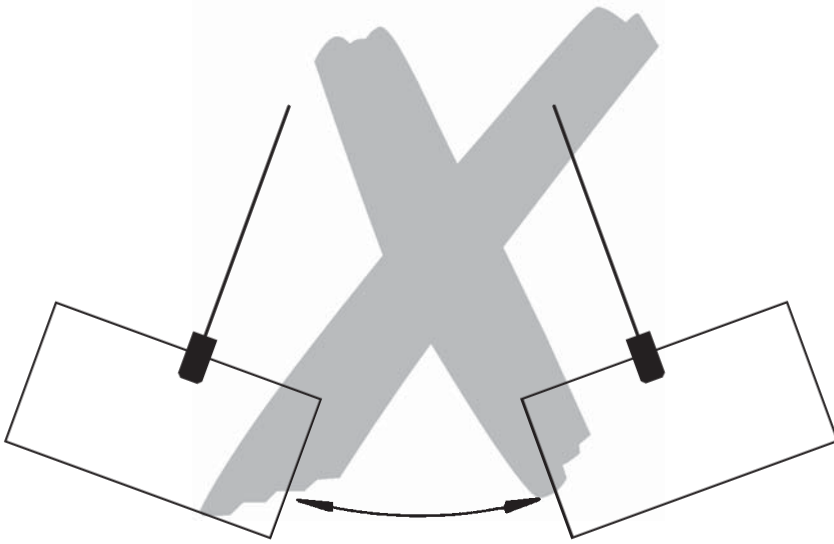

Fig. 3
- Beim Transport der Last ist eine Pendelbewegung (Fig. 3) und das Anstoßen an Hindernisse zu vermeiden.